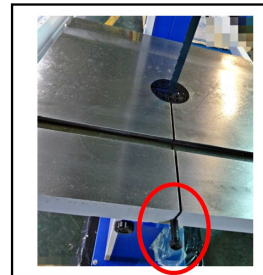

Abbildung 3
3. Tischeinsatz einbauen. Anschließend die Tischspaltschraube montieren, mit (1) M8-Mutter und (2) M8-Unterlegscheibe sichern und die Spaltschraube festziehen. (siehe Abbildung 3)